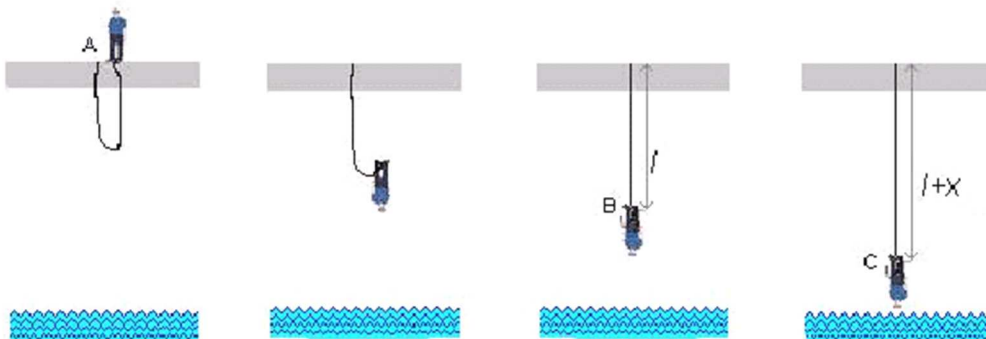

Figura 1
Es fa el muntatge de la figura 1 i determina la deformació de la goma per a diversos pesos col·locats a la politja.
La figura 1 mostra les etapes del moviment de caiguda d'un saltador. El saltador es deixa anar, a partir del repòs, penjat pels peus d'una corda i cau lliurement una distància igual a la longitud de la corda ( $l$ ). Quan la corda comença a estirar-se l'acceleració cap avall disminueix, és fa nul·la i canvia de sentit frenant el saltador que, momentàniament, s'atura en el punt més baix.
- b) Dibuixa ara la recta que representa la variació de l'energia potencial gravitatòria (que en la figura 1 ve indicada per  $-Eg$ ). Aquesta recta l'has de dibuixar sabent que té origen en el punt (0,0) i pendent de valor  $mg$  (el pes del ninot saltador)